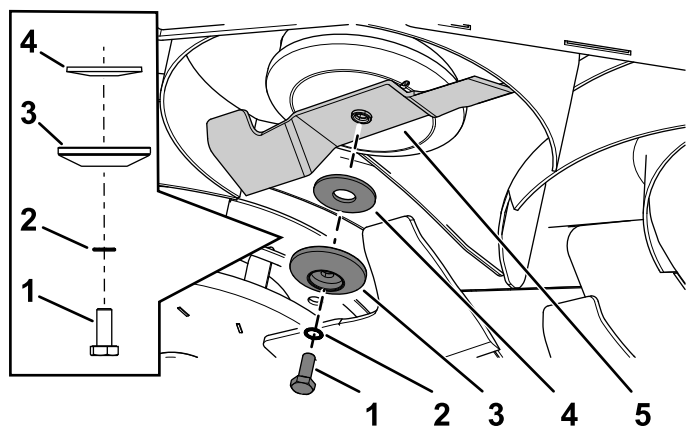

Figura 104
2. Retire del eje de la cuchilla el perno de la cuchilla, la arandela dentada, la pieza de sujeción de la cuchilla, la arandela curva y la cuchilla (Figura 104).